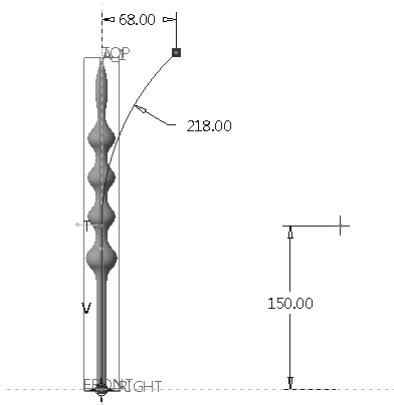

图 6-148 绘制曲线
2) 绘制将用作骨架线的曲线。在功能区的“模型”选项卡的“基准”组中单击 （草绘）按钮，弹出“草绘”对话框，选择 RIGHT 基准平面作为草绘平面，以 TOP 基准平面为“左”方向参考，单击“草绘”按钮进入草绘器中。绘制图 6-148 所示的相切曲线，单击 （确定）按钮，完成草绘并退出草绘器。